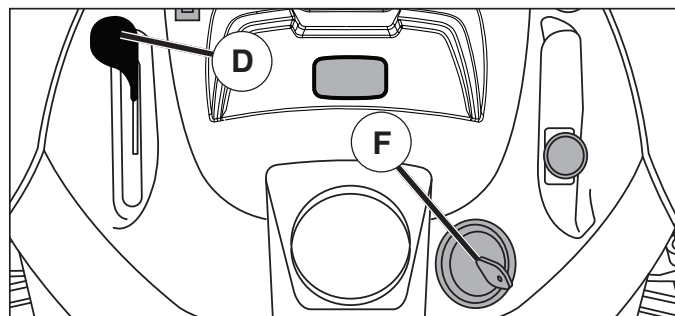

Fig. 6
- Mueva el control de aceleración (D) a la posición lenta.
- Gire la llave de ignición (F) a la posición de apagado "STOP" y remueva la llave al abandonar el tractor para evitar el uso no autorizado.
### PARA USAR EL CONTROL DE LA ACELERACIÓN (D) (Vea Fig. 6)